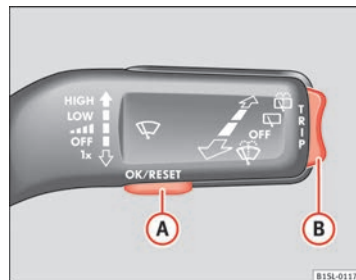

Fig. 11 Manipulo do limpa-para-brisas: botão (A) para confirmar as opções da indicação, e botão basculante (B) para mudar as opções de indicação.
⑥ **Botão de acerto do relógio.**
– Para aceder à indicação da hora pressione a extremidade superior ou inferior do botão basculante ⇒ Fig. 11 B.
- Caso seja visualizada uma mensagem ou o pictograma do veículo, pressione o botão (OK/RESET) (⇒ Fig. 11 (A)).
- Pressione brevemente a parte inferior do botão basculante (B) até que apareça a opção da indicação desejada.